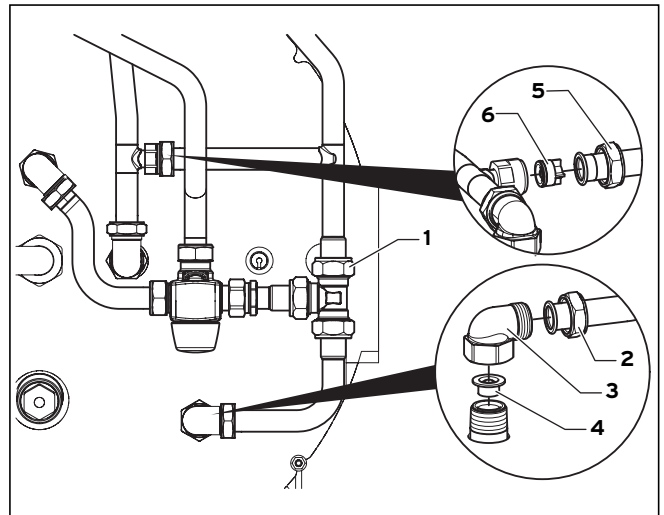

Abb. 9.10 Wasserseitige Rückschlagventile austauschen
- Lösen Sie die Verschraubungen (1), (2) und (5).
- Schrauben Sie das Winkelstück (3) ab und tauschen Sie das Rückschlagventil (4) in der Zirkulationsleitung aus.
- Entnehmen Sie die Rückschlagventile (4) und (6).
- Montieren Sie die neuen Rückschlagventile. Beachten Sie dabei die in Abbildung 9.10 gezeigte Einbaulage der Ventile.